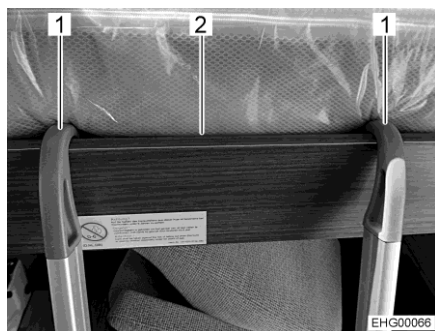

Fig. 103 Échelle de montée (lit escamotable)
- Accrocher l'échelle de montée à la bordure (Fig. 103,2) du lit escamotable à l'aide des deux étriers (Fig. 103,1). Veiller lors de l'accrochage à ce que les étriers reposent sur les fixations intérieures. Un décalage latéral de l'échelle de montée est ainsi exclu.
- Décrocher l'échelle de montée (Fig. 103,1).